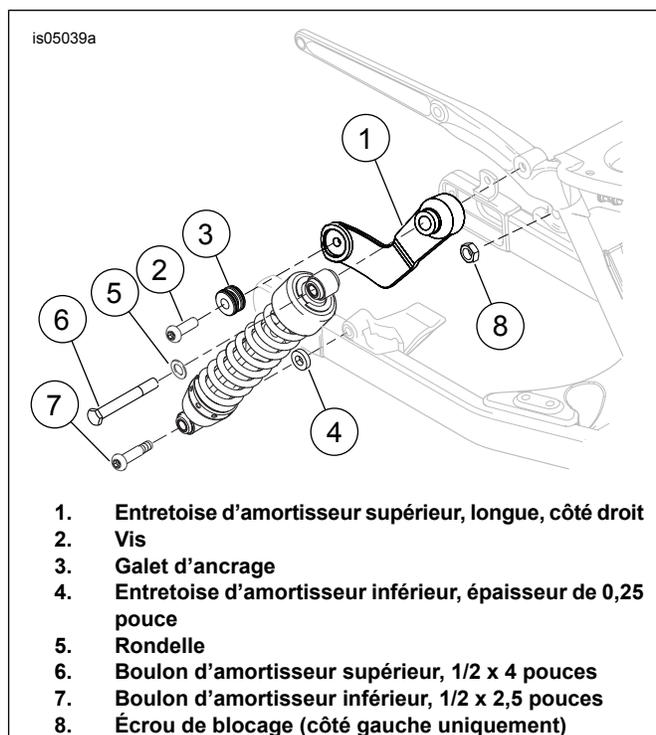

Figure 3. Installer l'amortisseur (modèles de 2006 et 2007)
1. Voir Figure 3. Monter une vis (2) et un galet d'ancrage (3) sur chaque entretoise d'amortisseur supérieur (1) comme indiqué. Serrer à un couple de 28–37 N·m (21–27 ft-lbs).